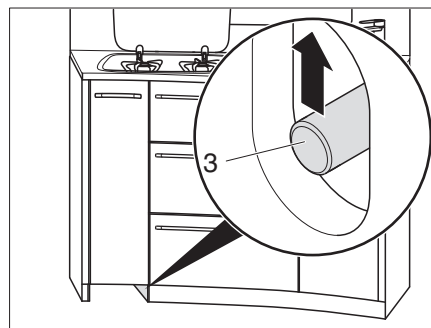

Fig. 132 Desbloquear los cajones de la cocina
- Empujar hacia arriba la barra de empuje (Fig. 132,3).